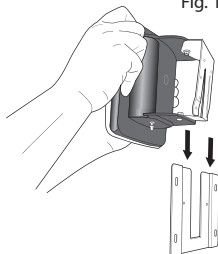

Fig. 2
5. Deslice el reloj de pared en el soporte de montaje de pared, Fig 2.